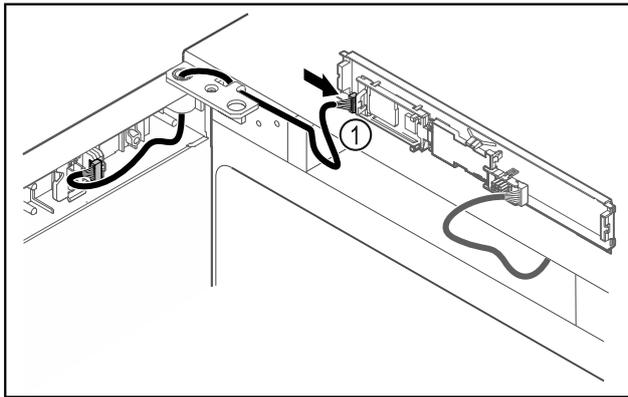

Fig. 49
- ▶ Enchufar el conector Fig. 49 [1] en la platina.